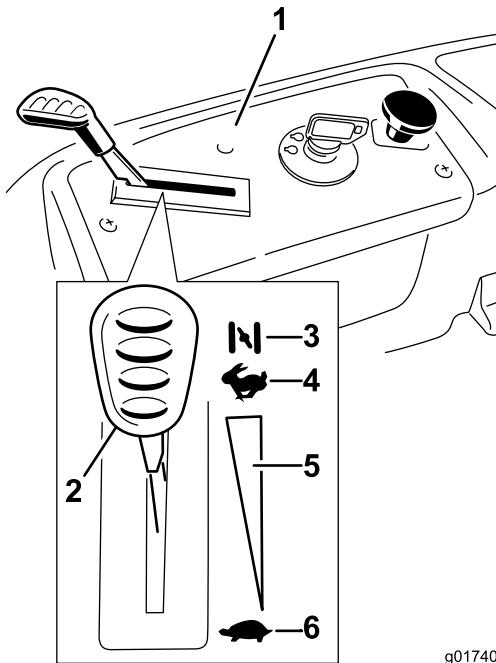

Bild 13
3. Ziehen Sie den Choke heraus, bevor Sie einen kalten Motor anlassen (Bild 13).
2. Stellen Sie dann den Gasbedienungshebel auf „Schnell“ (Bild 13).